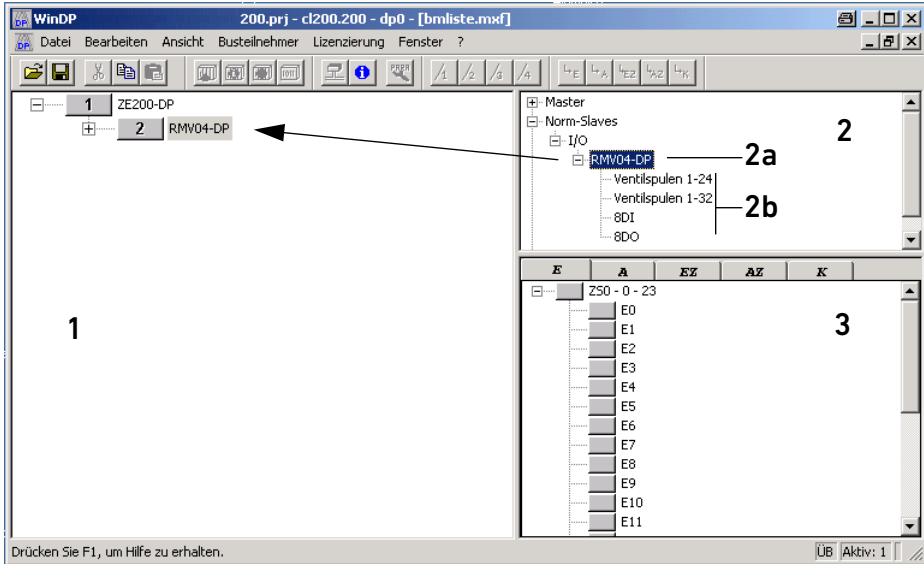

Fig. 13: Finestra di dialogo dell'editor WinDP, denominazione delle finestre
1. Richiamare la finestra di dialogo dell'editor WinDP (ved. Fig. 13).